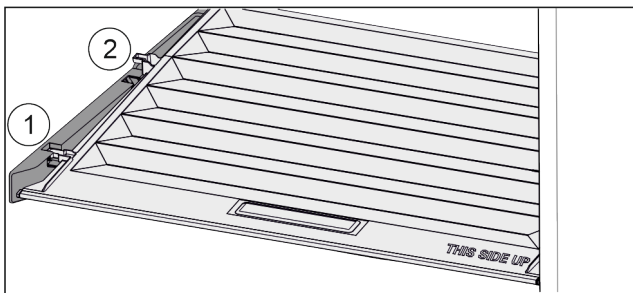

Fig. 142
- ▶ Кришку до отвору в деталях для підтримки потягнути вперед Fig. 142 (1).
- ▶ Підняти ззаду знизу та вийняти Fig. 142 (2) вгору.